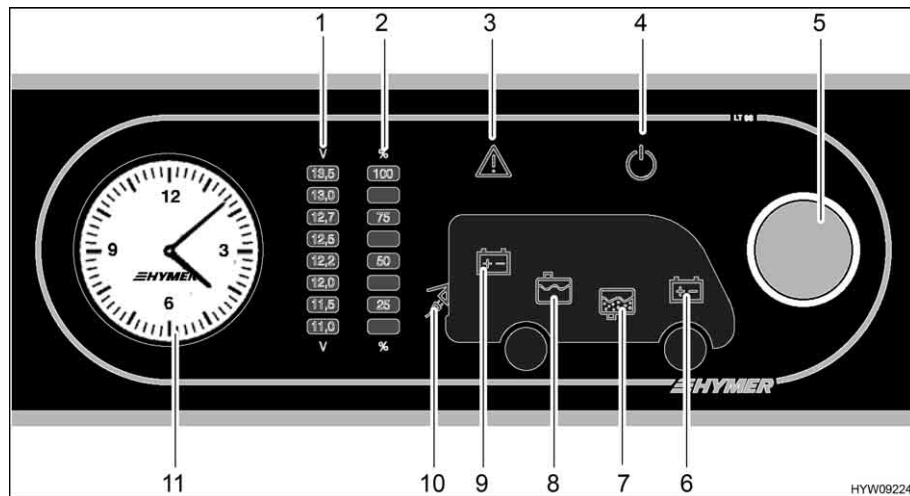

Fig. 132 Pannello di controllo (LT 98)
Il pulsante a rotazione (Fig. 132,5) inserisce o disinserisce il pannello di controllo e l'alimentazione a 12 V dell'abitacolo.
**Accensione:** ■ Premere il pulsante a rotazione (Fig. 132,5): L'alimentazione a 12 V dell'abitacolo è inserita. La spia di controllo a 12 V (Fig. 132,4) diventa verde.
**Spegnimento:** ■ Premere il pulsante a rotazione (Fig. 132,5): L'alimentazione a 12 V dell'abitacolo è disinserita. La spia di controllo a 12 V (Fig. 132,4) si spegne.
Mediante il pulsante a rotazione (Fig. 132,5) si possono interrogare sia la tensione della batteria dell'abitacolo che la tensione della batteria di avviamento. La tensione viene visualizzata sulla scala indicatore per la tensione della batteria (Fig. 132,1).
**Indicazione:** ■ Ruotare il pulsante a rotazione (Fig. 132,5), finché si accende il simbolo della batteria della quale deve essere interrogata la tensione.
Viene indicata la tensione della batteria dell'abitacolo (Fig. 132,9)
Viene indicata la tensione della batteria di avviamento (Fig. 132,6)
- Leggere la tensione sulla scala indicatore della tensione della batteria (Fig. 132,1).
Mediante il pulsante a rotazione (Fig. 132,5) si possono interrogare sia il livello del serbatoio dell'acqua che il livello del serbatoio delle acque grigie. Il livello viene visualizzato sulla scala indicatore livello dei serbatoi (Fig. 132,2).
- Ruotare il pulsante a rotazione (Fig. 132,5), finché si accende il simbolo del serbatoio del quale deve essere interrogato il livello.
Viene indicato il livello del serbatoio dell'acqua (Fig. 132,8)
Viene indicato il livello del serbatoio delle acque grigie (Fig. 132,7)
- Leggere il livello sulla scala indicatore del livello serbatoio (Fig. 132,2).
La spia luminosa Alarm (Fig. 132,3) lampeggia non appena i valori limite fissati vengono superati per eccesso o per difetto.
La spia luminosa Alarm (Fig. 132,3) lampeggia non appena la tensione della batteria scende al di sotto di 11 V. Se l'alimentazione a 12 V è accesa, si accende anche il relativo simbolo della batteria (Fig. 132,6 o 9), e l'indicatore "11,0" sulla scala indicatore della tensione della batteria (Fig. 132,1) lampeggia. Rischio di uno scaricamento totale della batteria.
La spia luminosa Alarm (Fig. 132,3) lampeggia ed il relativo simbolo del serbatoio (Fig. 132,7 o 8) si accende non appena il serbatoio dell'acqua è vuoto o il serbatoio delle acque grigie è pieno.
La spia di controllo a 230 V (Fig. 132,10) si accende quando all'ingresso della centralina elettrica è presente una tensione di rete.